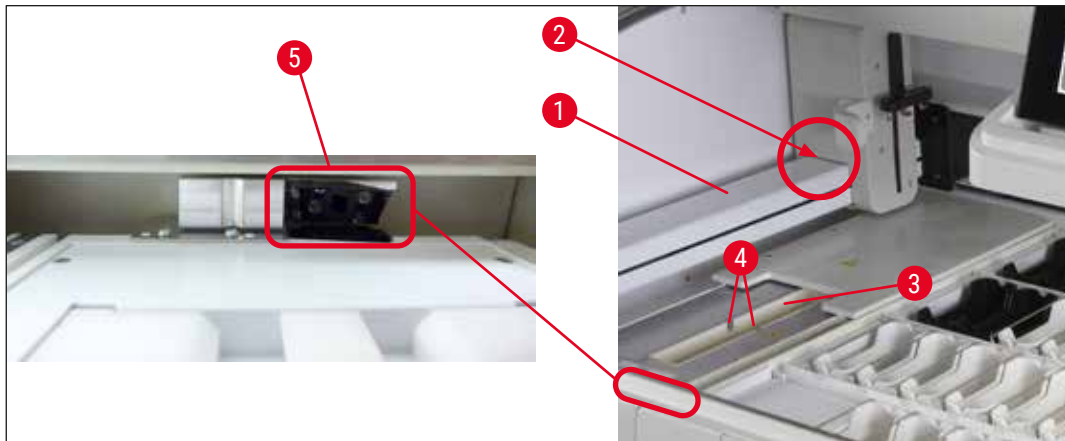

Abb. 95
- Bei Verwendung des optionalen Barcodelesers kann sich Abrieb von den Objektträgerhaltern im und um den Objektträgerleser (→ "Abb. 95") ansammeln. Daher müssen diese Bereiche vom Benutzer bei der täglichen Einrichtung des Geräts sorgfältig überprüft und gegebenenfalls mit einem Staubsauger gereinigt werden. Die Reinigung mit einem Tuch wird nicht empfohlen, um zu vermeiden, dass die Partikel auf andere kritische Bereiche des Geräts übertragen werden.